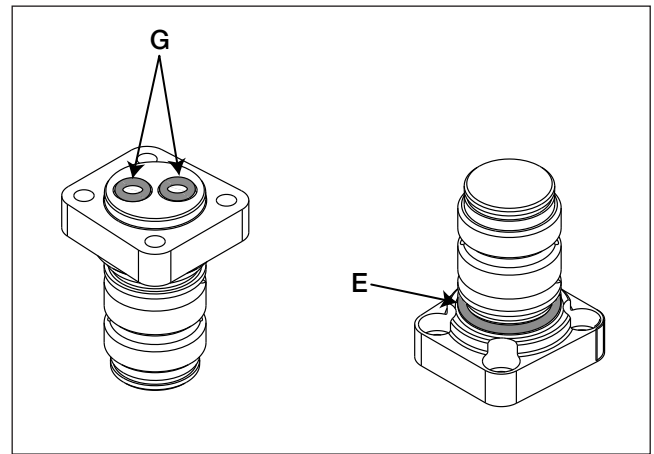

Figura 2, colocación de junta tórica, pasador de conexión giratoria
- Si todavía no se ha hecho: Saque el anillo de retención (A) de la parte superior del pasador de la conexión giratoria (F). Con un par de destornilladores, levante cuidadosamente la unidad de conexión giratoria vieja (B) del pasador de la conexión giratoria (F).
- Saque los cuatro tornillos Allen (D) que fijan el pasador de la conexión giratoria (F). Levante cuidadosamente el pasador de la conexión giratoria (F) de la unidad de impulsión o carcasa de la llave (H).
- Limpie todas las superficies de la unidad de impulsión o carcasa de la llave (H). A continuación, aplique una pequeña cantidad del sellador de roscas Loctite 243 en los cuatro orificios roscados (*) en la unidad de impulsión o carcasa de llave (H). Tenga cuidado de no gotear sellador en las conexiones hidráulicas.
- Coloque dos juntas tóricas nuevas (G) en las conexiones hidráulicas en la base del nuevo pasador de la conexión giratoria (F). Véase la Figura 2 para la ubicación de las juntas tóricas.
- Monte el nuevo pasador de la conexión giratoria (F) en la unidad de impulsión o carcasa de llave (H), asegurando que las conexiones hidráulicas están alineadas. Procure que las juntas tóricas (G) no se caigan, doblen o corten.
7. Coloque la nueva junta tórica del pasador de la conexión giratoria (E) del kit. Aplique grasa de silicona en la junta tórica antes de colocarla. Véase la Figura 2 para la ubicación.